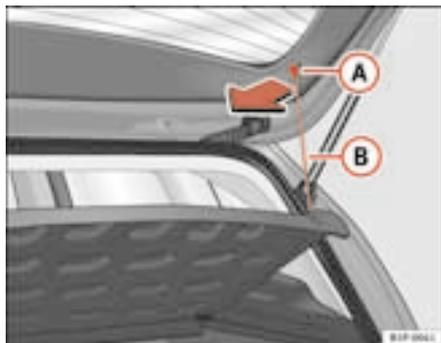

Fig. 103 Chapeleira
- Desengate os tirantes ⇒ fig. 103 **B** dos alojamentos **A**.